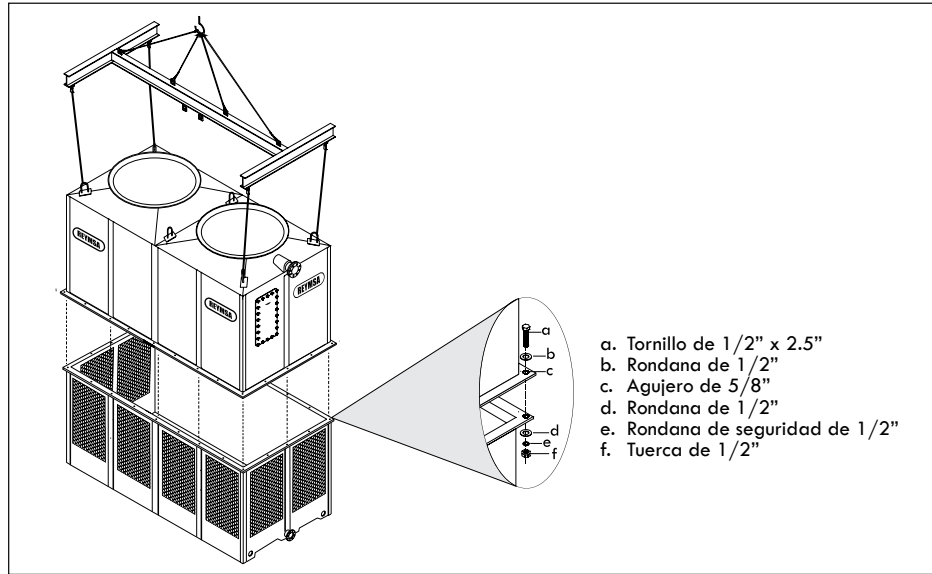

Figura A-57: Instalación de la sección del cuerpo en una torre modular (RTM-B o RTPM-B)
- J. Proceda a colocar la sección del cuerpo #1 (para modelos RTM-B o RTPM-B) sobre la sección de cisterna #1, asegurándose de que los agujeros de anclaje de ambas secciones estén alineados, luego atornille y fije la brida horizontal con la tornillería de acero inoxidable suministrada por REYMSA (ver Figura A-57).